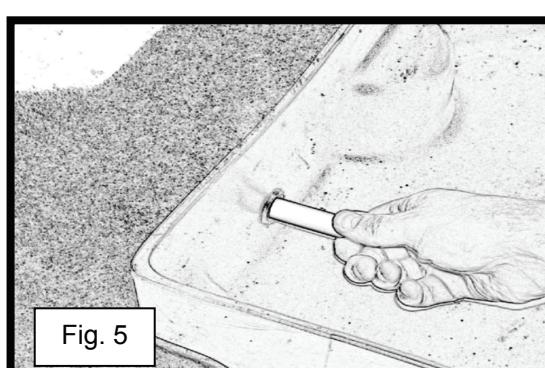

Fig. 5
- 4) Når begge gennemføringer er korrekt på plads, skal teflonrøret føres gennem den første gennemføring. Isæt røret, så dets yderdiameter er helt inden for gennemføringens inderdiameter (se fig. 5). Sørg for at føre røret så langt ind i gennemføringen, at det fastholdes.